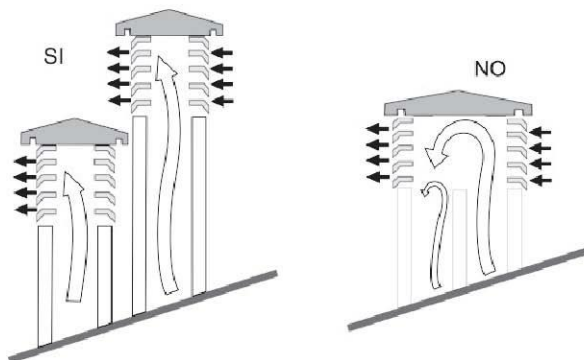

Fig.3
- Dans le cas où des conduits d'évacuation avec des sorties parallèles seraient utilisés, il est conseillé de surélever d'un cran le conduit à contrevent. (fig.3)